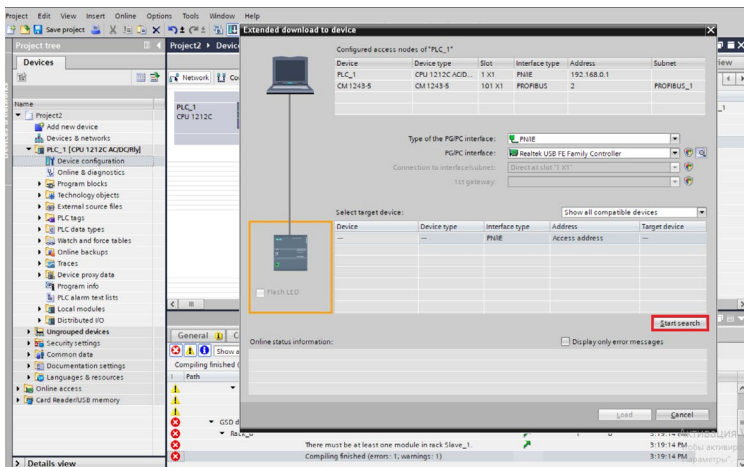

Рисунок 16 – Окно загрузки в ПЛК
10. Вернуться в рабочее поле «Network view» и при помощи курсора мыши соединить «PLC\_1» и «Slave\_1», как показано на рисунке 15. После чего нажать кнопку «Compile»  на панели инструментов, после этого - «Download to device», откроется новое окно (рисунок 16). В этом же окне нажать кнопку «Start search» для соединения между ПК и ПЛК.